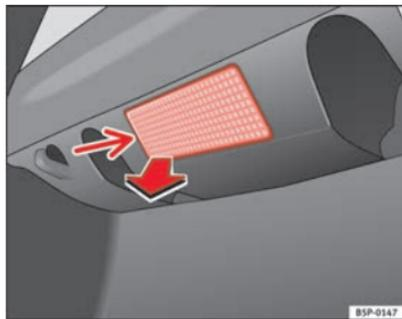

Abb. 152 Gepäckraumleuchte
- Nehmen Sie das Lampenglas der Glühlampe durch Druck mit einem Schraubendreher auf dessen Unterkante -Pfeil- ab ⇒ Abb. 152.